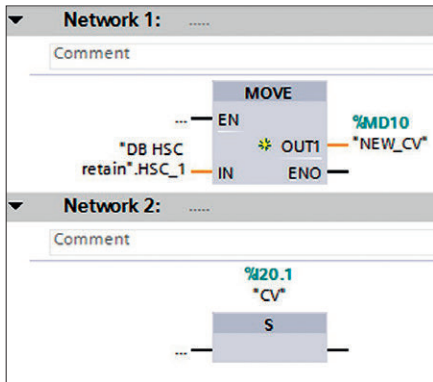

Рис. 14. Подпрограмма, запускаемая при старте ПЛК
4. Создадим программный (рис. 14) блок типа Startup (с именем *OB100* на языке FBD), который будет выполняться каждый раз при старте ПЛК. В данном блоке будем производить копирование последнего сохранённого (после отключения питания или сброса ПЛК) в энергонезависимой памяти значения счётчика в специально созданную переменную *NEW\_CV* (типа *DInt* в области свободно адресуемой памяти – *M*). В дальнейшем будем её использовать для конфигурирования высокоскоростного счётчика при помощи входа *NEW\_CV* блока *CTRL\_HSC*. При этом счётчик будет вести счёт уже не с нуля, а начиная с последнего сохранённого значения. Для того чтобы активировать новое значение счётчика, создадим дополнительно переменную *CV* типа *Bool* (рис. 13) и будем производить установку этой переменной при активации программного блока.